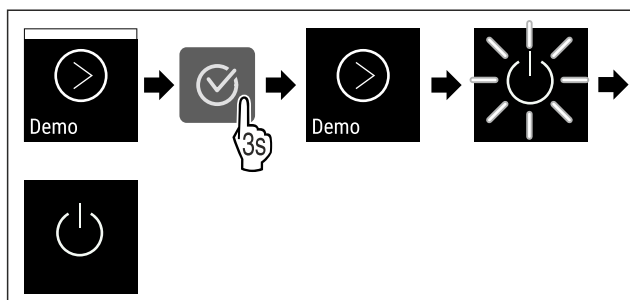

Fig. 101
- ▶ Proveďte akční kroky (viz Fig. 101) .